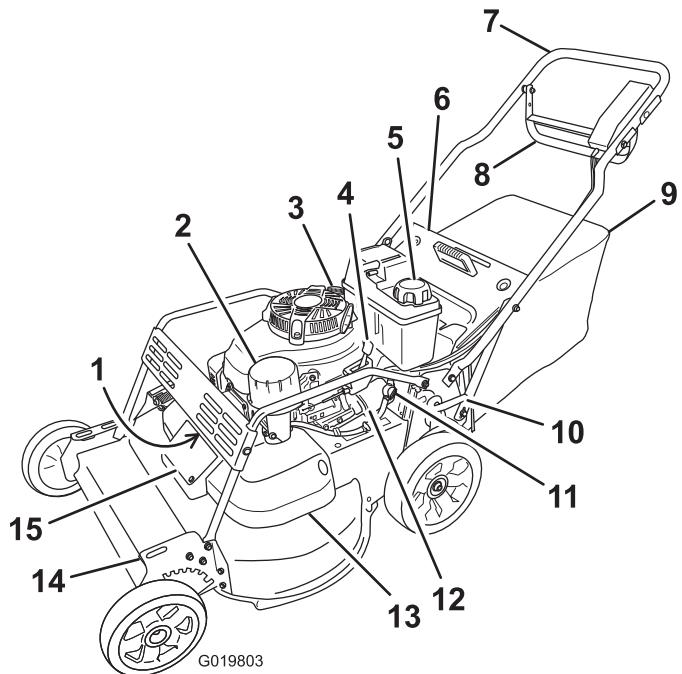

Figuur 4
3. Giet als het carter leeg is ongeveer 3/4 van de capaciteit van het oliecarter in de vulbus (Figuur 4).
6. Lees het oliepeil af van de peilstok (Figuur 4).